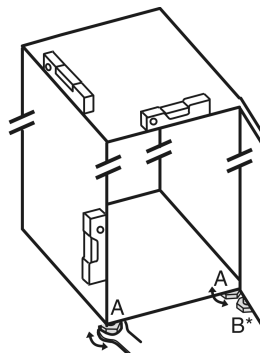

Fig. 34
- ▶ Seřizovací nožky Fig. 34 (A) vyšroubujte pomocí příloženého vidlicového klíče a pomocí vodováhy, dokud nebude spotřebič pevně vyrovnaný.
- ▶ Seřizovací nožku Fig. 34 (B) na stojanu ložiska vytáchejte pomocí příloženého vidlicového klíče, až dosedne na zem.
- ▶ Seřizovací nožku Fig. 34 (B) otáčejte dál o 90°.